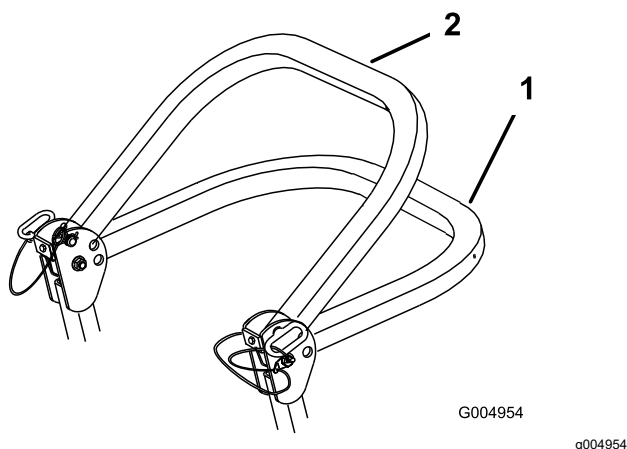

Figura 8
2. Coborâți bara antiruliu în poziia inferioară (Figura 8).
Notă: Există două poziii inferioare; consultați Figura 8.